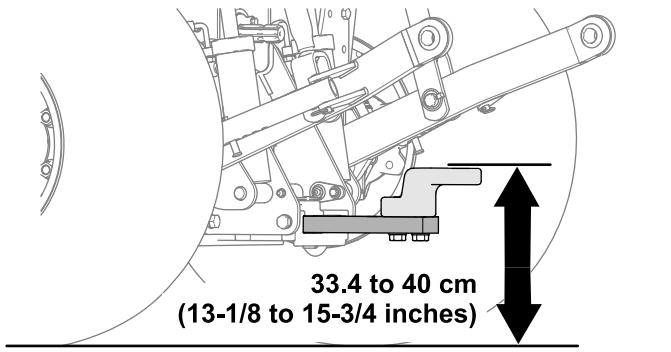

Figura 27
- Altura de trabajo: 33.4 cm – 40 cm (13⅛" – 15¾"); consulte Figura 27.